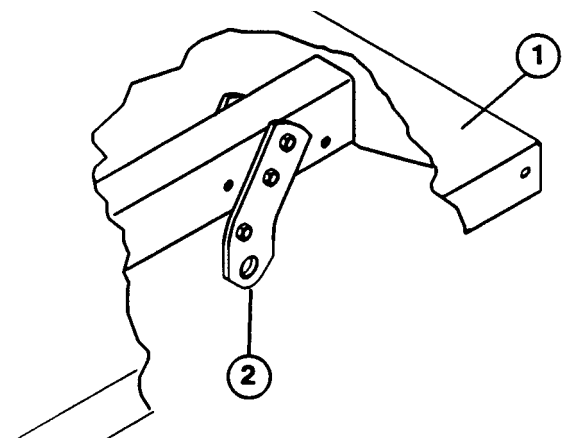

Bild 5
4. Beide Sätze der hinteren Gelenklaschen mit Hilfe der vorher entfernten Sechskantschrauben und Sperrmuttern an den rechten und linken Muldenrahmenprofilen befestigen. Die Profile an der Vollmulde so montieren, wie es Bild 5 darstellt. Die Montage der 2/3-Flachmulde an Bild 5 orientieren.